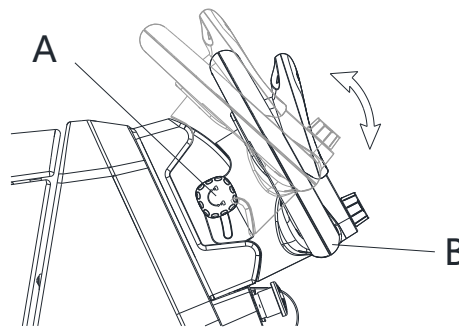

Abb. 8
2. Lockern Sie den Knopf zum Feststellen des Griffs (5), bis der Lenker (B, Abb. 8) bewegt werden kann.
3. Stellen Sie den Betriebswinkel ein und verriegeln Sie ihn mit dem Knopf zum Feststellen des Griffs (A).